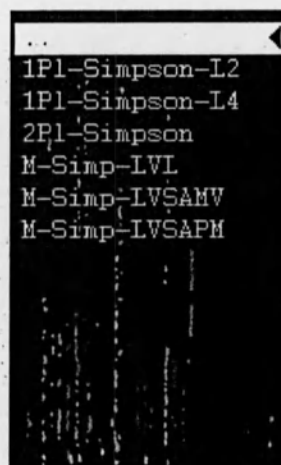

Рисунок 4.29.1
- Выберите метод измерения объема (см. рис. 4.29.1);